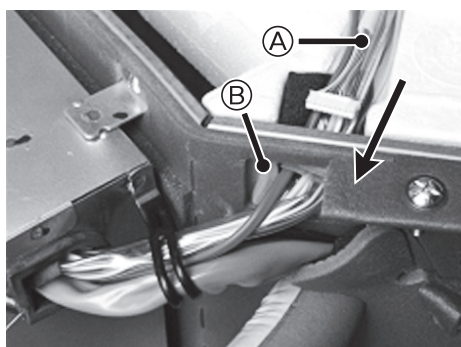

Fig. 4-2
- Проведите разъем платы внутреннего контроллера (белый) беспроводного кабеля соединения через ВТУЛКА главного прибора в направлении, указанном стрелкой. (Fig. 4-2)